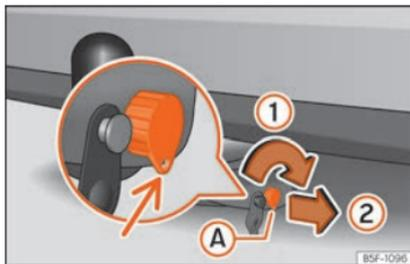
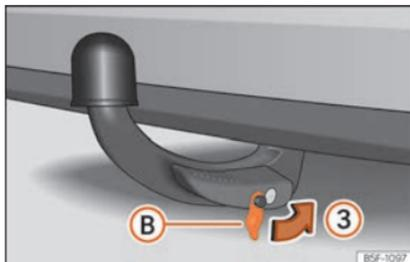

Abb. 296 Schloss sperren
Abb. 297 Abdeckkappe auf das Schloss setzen
- Drehen Sie den Schlüssel (A) in Pfeilrichtung ①, bis sich der gelochte Teil des Schlüssels unten befindet » Abb. 296.
- Ziehen Sie den Schlüssel in Pfeilrichtung ② ab.
- Setzen Sie die Abdeckung (B) in Pfeilrichtung ③ auf das Schloss » Abb. 297 » ⚠.